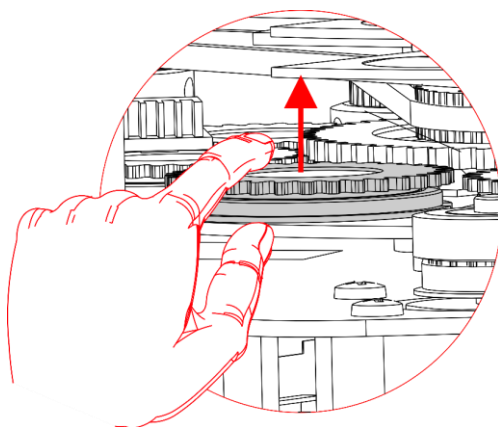
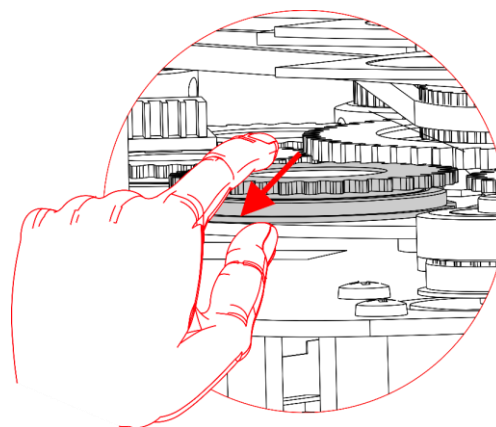

Fig. 13
Fig. 14
- 07) Sollevare delicatamente il porta gobo ed estrarlo dalla ruota gobo girevole, come indicato sulle Fig. 13 Fig. 14.